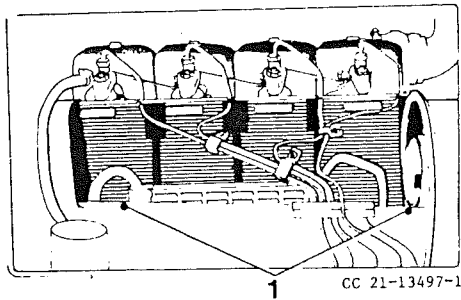

Fig. 20 Motor (izquierda)
- 3 Soltar los cierres (1) fig. 20, y quitar la cubierta deflectora del lado izquierdo del motor.